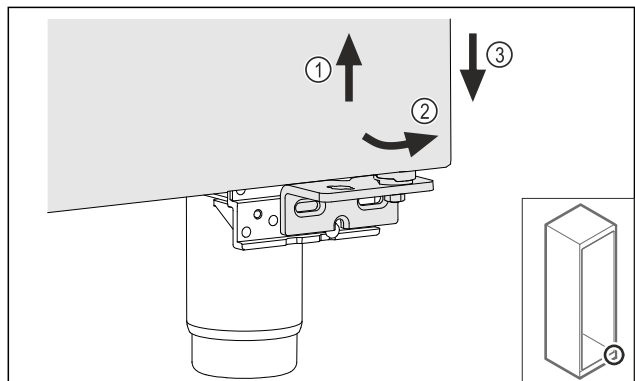

Fig. 27
- Soulever légèrement la porte Fig. 27 (1), la faire basculer vers l'avant Fig. 27 (2) et l'abaisser Fig. 27 (3).